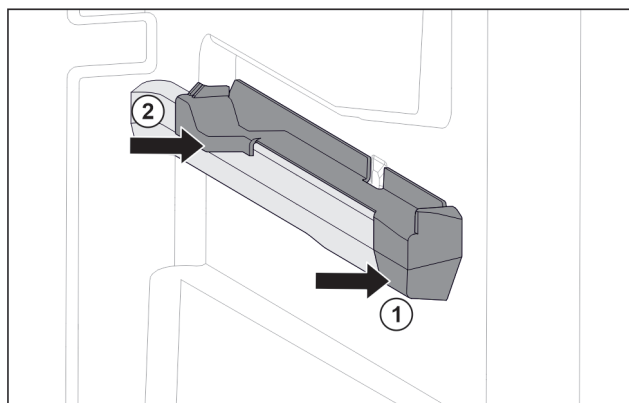

Fig. 76 Násuvný diel na pravom rebro nádoby
- Nasadte násuvný diel vpredu na rebro nádoby. Fig. 76 (1)
- Pritlačte násuvný diel vzadu. Fig. 76 (2)